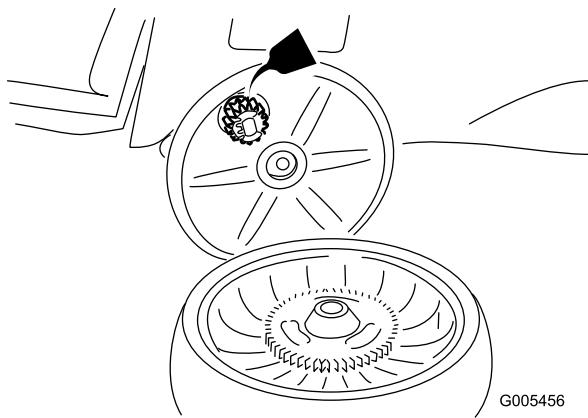

Figura 29
- Aplique aceite lubricante al interior y al exterior de los engranajes (ver Figura 29).